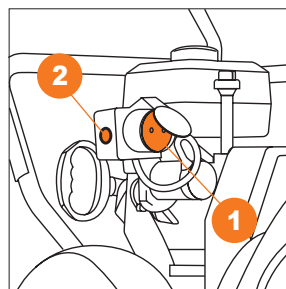

Рис. 17
- Подключите сетевой шнур удлинителя к розетке электрического стартера 1 (Рис. 17).
- Нажмите красную кнопку запуска 2 на корпусе электрического стартера и удерживайте ее до момента запуска двигателя, но не более 5-ти секунд (Рис. 17).